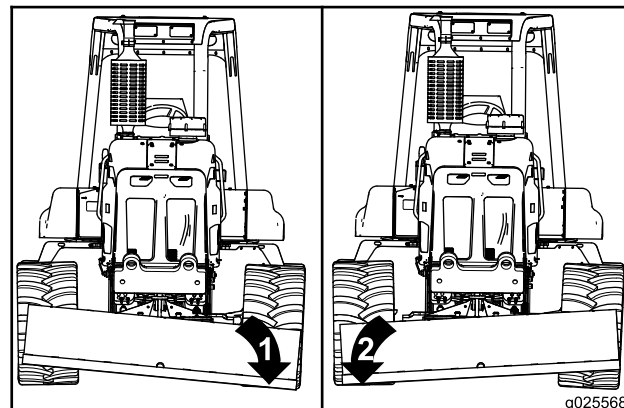
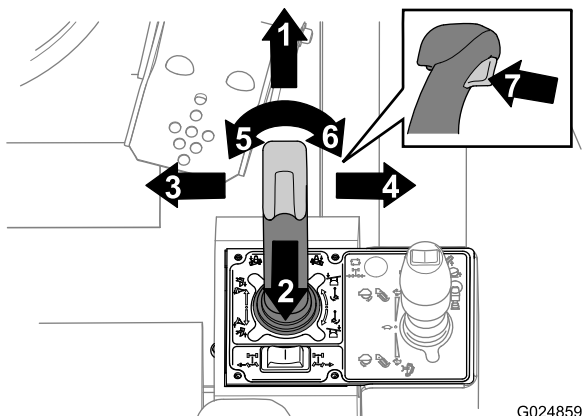
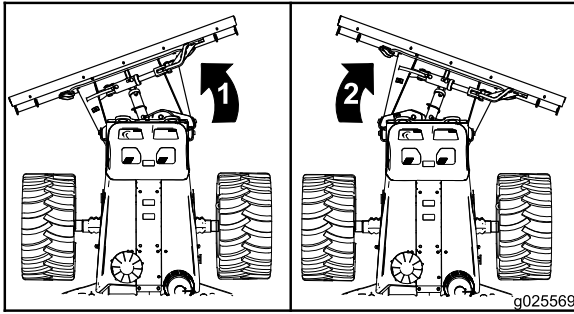

Bild 56
Bild 53
Bild 57
- Planierschild an der linken Seite nach unten kippen: Bewegen Sie den Joystick nach links (zu Ihnen) (Bild 53 und Bild 56).
- Planierschild an der rechten Seite nach unten kippen: Bewegen Sie den Joystick nach rechts (zu Ihnen) (Bild 53 und Bild 57).
Schieben Sie mit dem Planierschild den Erdaushub in den Graben. Sie steuern das Planierschild mit dem Joystick für das Planierschild bzw. den Rüttelpflug. Verwenden Sie den Joystick, den Abzug und den Daumenschalter, wie in Bild 53 abgebildet.
- Abwinkeln des Planierschilds nach links: Drücken Sie die linke Hälfte des Daumenbedienelements (Bild 57).
- Abwinkeln des Planierschilds nach rechts: Drücken Sie die rechte Hälfte des Daumenbedienelements (Bild 57).
- Halten des Planierschilds: Halten Sie den Joystick in der Neutral-Stellung (Halten) (Bild 53).
- Schweben des Planierschilds: Ziehen Sie am Abzug (Bild 53).